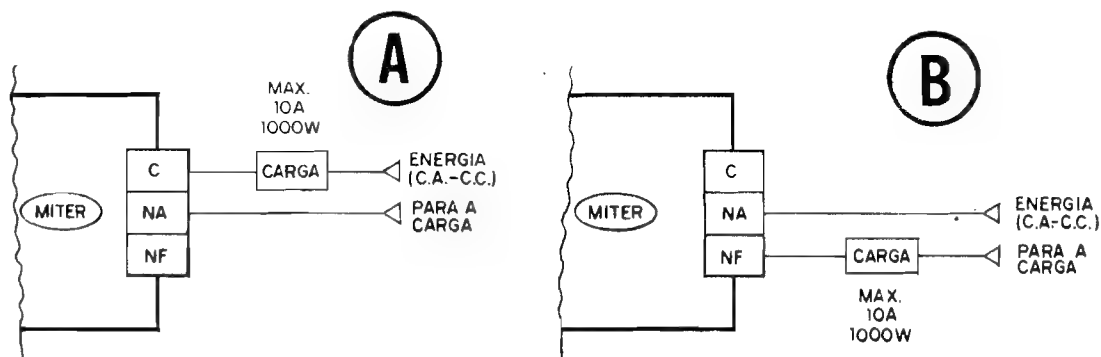

Fig. 7
- FIG. 7 - EXEMPLOS E MAIS DETALHES DO "COMPORTAMENTO" DO MITER, EM SUAS VÁRIAS OPÇÕES... - Além das possibilidades de Temporização direta e reversa, em vários parâmetros (já explicado), as próprias características de "reversibilidade" dos terminais finais
Pode parecer um pouco confuso, à primeira leitura (texto referente à FIG. 7), porém basta um pouco de atenção e raciocínio, uma análise cuidadosa no diagrama do circuito (FIG. 1) e nas configurações possíveis (FIG. 2), além do suficiente conhecimento de como atuam os contatos reversíveis de um relê, para compreender em profundidade os "comportamentos" relacionados...!